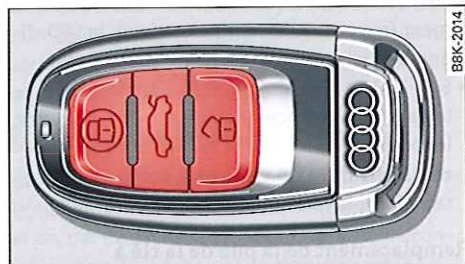

Fig. 22 Clé à radiocommande : affectation des touches
- Pressez la touche  pour déverrouiller le véhicule ⇒ fig. 22.
$\Rightarrow$ page 36, fig. 28. Dans ce cas, vous pouvez ouvrir le hayon en pressant la touche  de la clé à radiocommande $\Rightarrow$ page 32, fig. 22 ou la touche  dans la porte du conducteur* $\Rightarrow$ page 37, fig. 29.